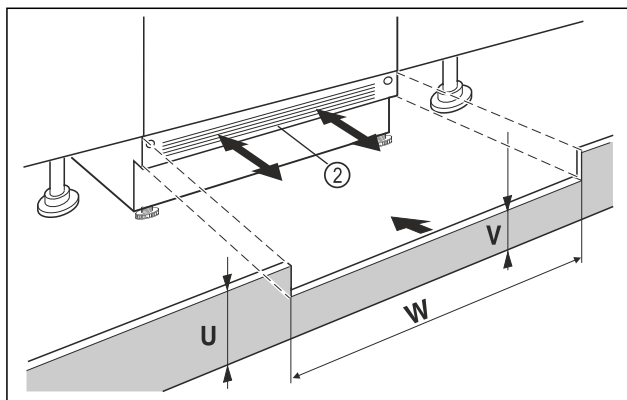

Fig. 40 Vejledende illustration
- ▶ Påsæt enhedens sokkelpanel Fig. 40 (2), men uden at fastgøre den.
- ▶ Ved synligt sokkelpanel Fig. 40 (2) skal det trækkes så langt frem som muligt, så forkanten af ventilationsgitteret og møbelsokkelpanelet danner ét plan.
- ▶ Ved skjult sokkelpanel Fig. 40 (2) skal det skubbes helt tilbage.
- ▶ Se til, at ventilationslisterne er helt frie: Ved behov kan man tilskære møbelsokkelpanelet Fig. 40 (U) i højden!
- ▷ Langs nichebredden Fig. 40 (W) tilpasser man stanghøjden Fig. 40 (V) under enhedssokkelpanelet Fig. 40 (2).